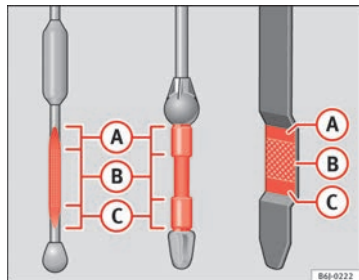

Fig. 136 Jauge d'huile moteur
- Puis retirez-la à nouveau et vérifiez le niveau d'huile ⇒ fig. 136. Faites l'appoint d'huile moteur si nécessaire.